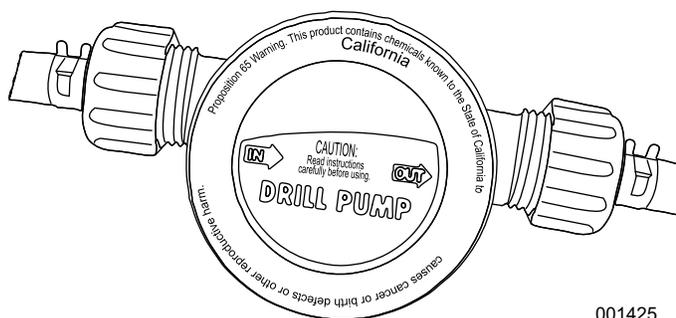

Figure 4-4. Étape 2 de l'assemblage de la pompe
2. Voir la Figure 4-4. Installez le tuyau flexible d'1/2 po sur le côté sortie de la pompe de forage. Tournez le raccord dans le sens horaire jusqu'à ce qu'il s'adapte parfaitement. Évitez de serrer excessivement.